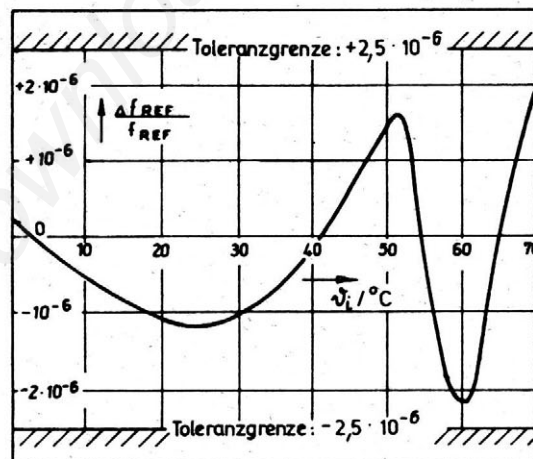

Bild 18: Prinzipielle Temperaturabhängigkeit der internen Referenzfrequenz
- Die Temperaturabhängigkeit der Frequenz des Quarzoszillators ist keine lineare Funktion (auch nicht näherungsweise!) wie Bild 18 zeigt. Dabei ist der Verlauf der Kurve in Bild 18 nur als Beispiel zu sehen. Der Quarzoszillator in Ihrem Gerät kann eine ganz andere Temperaturabhängigkeit besitzen. Bild 18 soll lediglich verdeutlichen, daß bereits verhältnismäßig kleine Temperaturänderungen (5...10 K) den gesamten zulässigen Bereich der in den TECHNISCHEN KENNWERTEN für den gesamten Temperaturbereich 5...45 °C angegebenen Frequenzänderung ausschöpfen.
Zu beachten ist, daß die Temperaturskala in Bild 18 sich auf die Innentemperatur des Gerätes bezieht. Diese liegt um ca. 20 K höher als die Umgebungstemperatur.
- Auch das Einlaufverhalten wird eigentlich nur indirekt über die Innentemperatur des Gerätes bestimmt. Wenn der Zähler z. B. bei 35 K Umgebungstemperatur eingeschaltet wird, so ist zunächst auch  $\vartheta_1 = 35^\circ\text{C}$ . Die Innentemperatur erhöht sich aber langsam und hat nach ca. 2 Stunden ihren Endwert erreicht (vorausgesetzt, die Umgebungstemperatur bleibt konstant). Es ist dann  $\vartheta_1 \approx 35^\circ\text{C} + 20\text{ K} = 55^\circ\text{C}$ . Bild 18 zeigt, daß zwischen 35°C und 55°C bereits erhebliche Frequenzänderungen möglich sind.